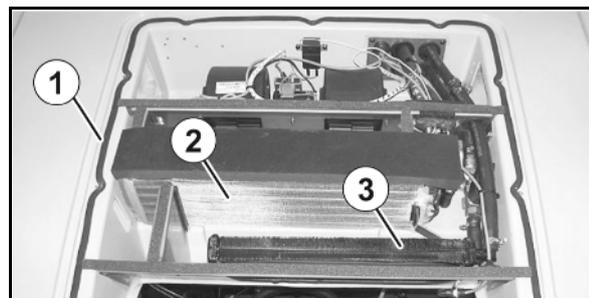

Fig. 199
2. Schrauben (Fig. 199/1) entfernen.
3. Ventildeckel (Fig. 199/2) abnehmen.
4. Ventilgruppen (Fig. 199/3) herausnehmen.
5. Ventildichtring (Fig. 199/4) und O-Ring (Fig. 199/5) herausnehmen.